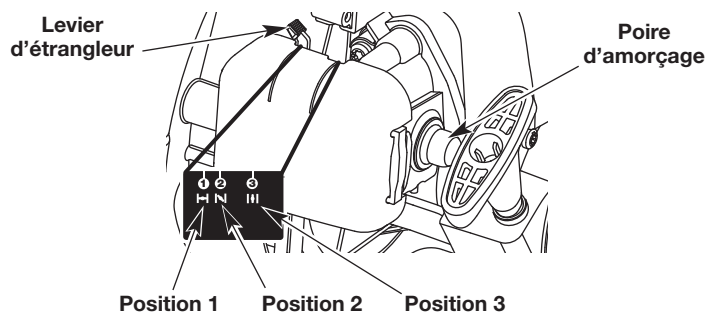

Fig. 8
3. Appuyez lentement et relâchez la poire d'amorçage à **10 reprises** (Fig. 8). Si aucune quantité de carburant n'apparaît dans la poire d'amorçage, appuyez et relâchez la poire jusqu'à l'apparition de carburant.
4. Déplacez le levier d'étrangleur en **Position 1** (Fig. 8).
8. Déplacez le levier d'étrangleur en **Position 2** (Fig. 8).
11. Déplacez le levier d'étrangleur à la **Position 3** (Fig. 8) et laissez le moteur chauffer pendant 60 secondes supplémentaires. L'appareil peut être utilisé pendant ce laps de temps.
- SI...** le moteur hésite, remplacez le levier d'étrangleur en **Position 2** (Fig. 8) et laissez-le chauffer.